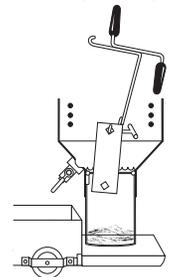

ILUSTRACIÓN 18
5. **Antes de retirar la placa calorífica,** revise desde arriba si se ha drenado el aceite de la olla hasta el nivel de la válvula de drenaje. Póngase los guantes de seguridad, retire la placa calorífica con el gancho de drenaje de la cesta (Ilustración 18) y déjela enfriar en un lugar seguro.